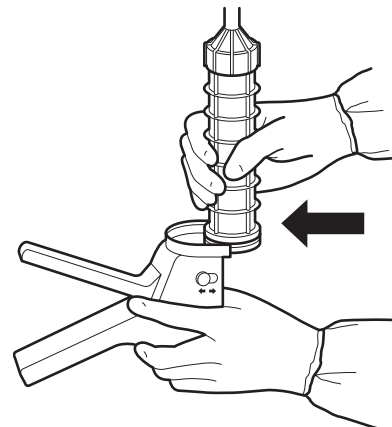

Figure 3
3. Insérer une cartouche remplie avec un embout d'injection dans l'interface de la cartouche (Figure 3). En tenant le pistolet à ciment en position verticale, appuyer sur la gâchette pour remplir l'embout d'injection jusqu'à ce que le ciment osseux ait atteint son extrémité. Le pistolet à ciment est alors prêt pour l'injection de ciment osseux.